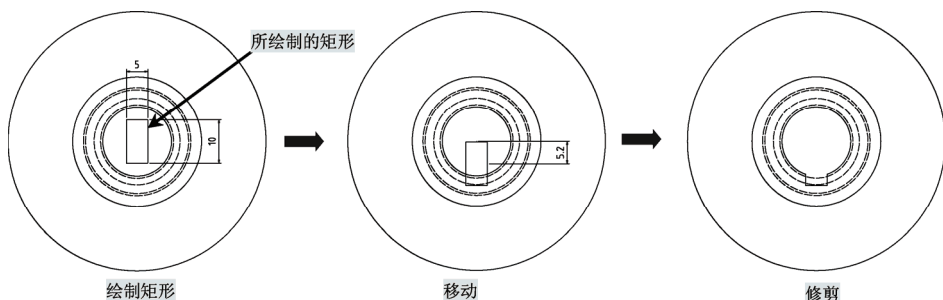

图 2-45 绘制矩形，移动并修剪
6) 执行“打散”命令 (x)，将矩形打散；执行“修剪”命令 (tr)，对矩形和直径为 16 的圆进行修剪。如图 2-45 所示。